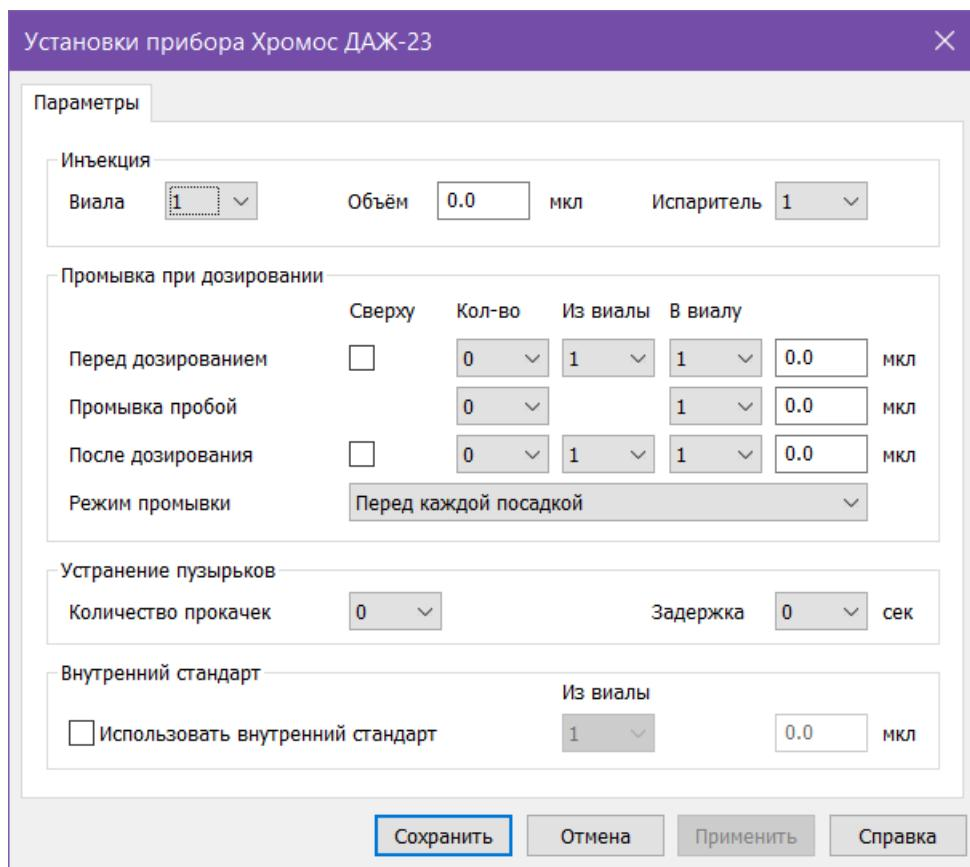

Рис. 80: Окно «Установки прибора > Параметры»
6. В окне **Добавить главную задачу** в поле **Доп. устройство** выберите из списка **Хромос ДАЖ-23** и рядом с полем нажмите **Настройки**. Откроется окно **Установки прибора Хромос ДАЖ-23: Параметры** (Рис. 80), в котором можно настроить параметры работы дозатора.